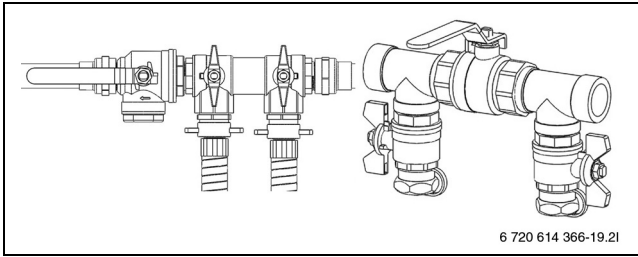

Рис. 22 Узлы заполнения в положении заполнения
- ▶ Установите краны на узле заполнения в положение для заполнения (→ рис. 22).